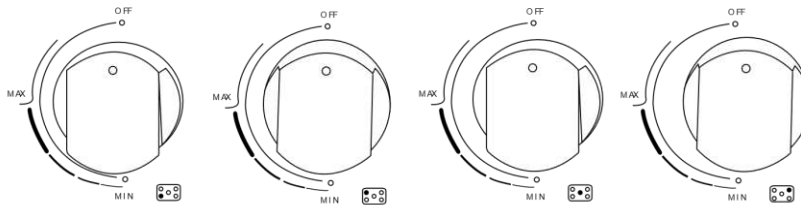

Fig.1
- Cada perilla de accionamiento tiene señalado el quemador que controla. Fig. 1.